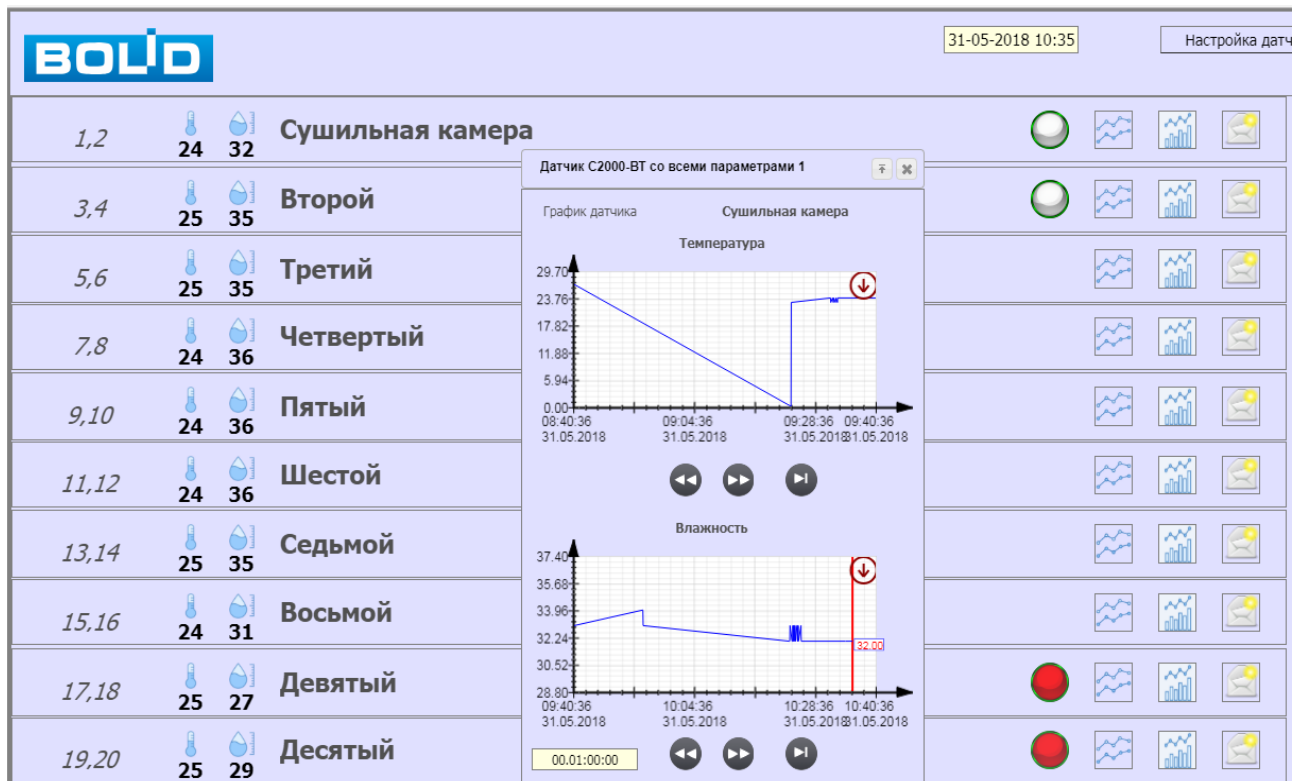

Рис. 10. Комбинированный экран просмотра параметров
6.1.3.4 Кнопка  предназначена для вывода на экран показаний датчика на фоне окна просмотра параметров. При нажатии этой кнопки появляется график температуры и влажности выбранного параметра на фоне окна отображения параметров Рис. 10.